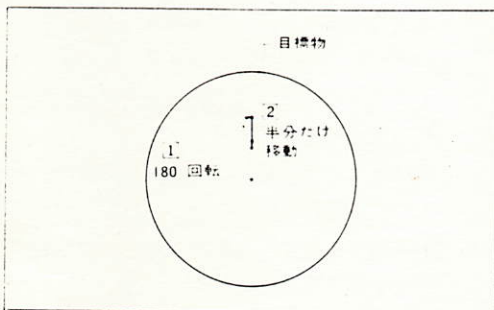

図14
- 4) ステージの回転クランプねじを緩めて、ステージを約180°回転させ、目標物が視野の中央から移動した量の半分だけを、ステージ心出し工具で移動させます (図14)